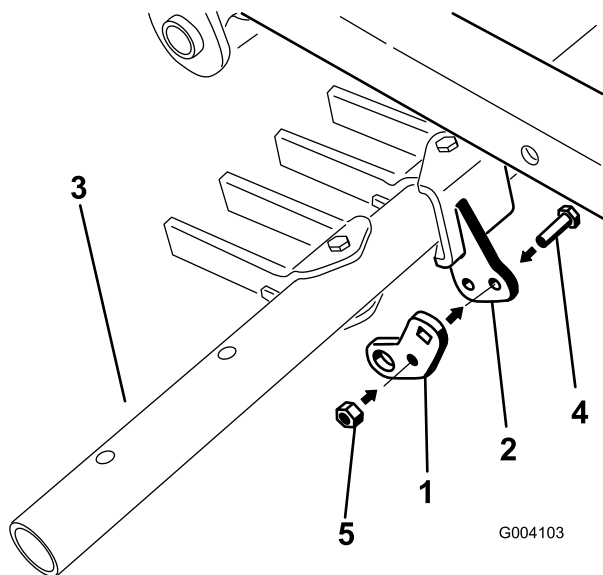

Figura 14
2. Instale provisionalmente la pestaña de giro (usando el taladro central de ésta) en el soporte de pivote de la barra de herramientas usando un perno (5/16 x 1 pulgadas) y una contratuercas (5/16 pulgada) (Figura 14).